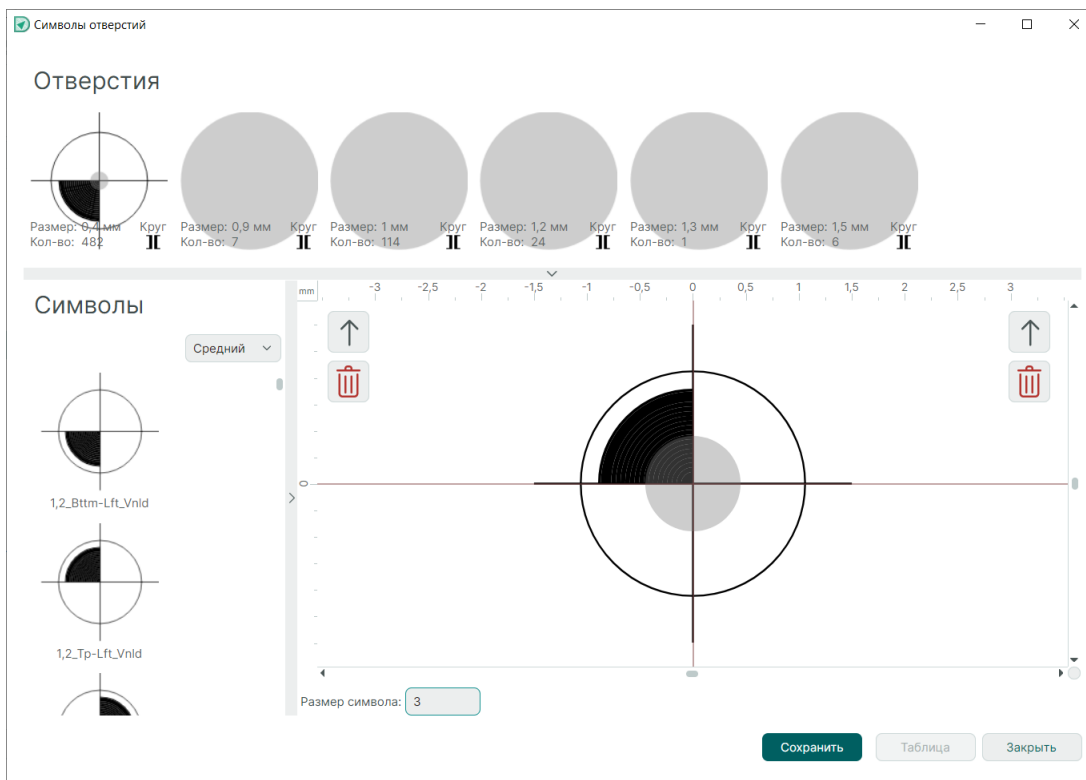

Рис. 116 Назначение символов отверстиям
- В открывшемся окне назначьте символы отверстиям, см. Рис. 116.